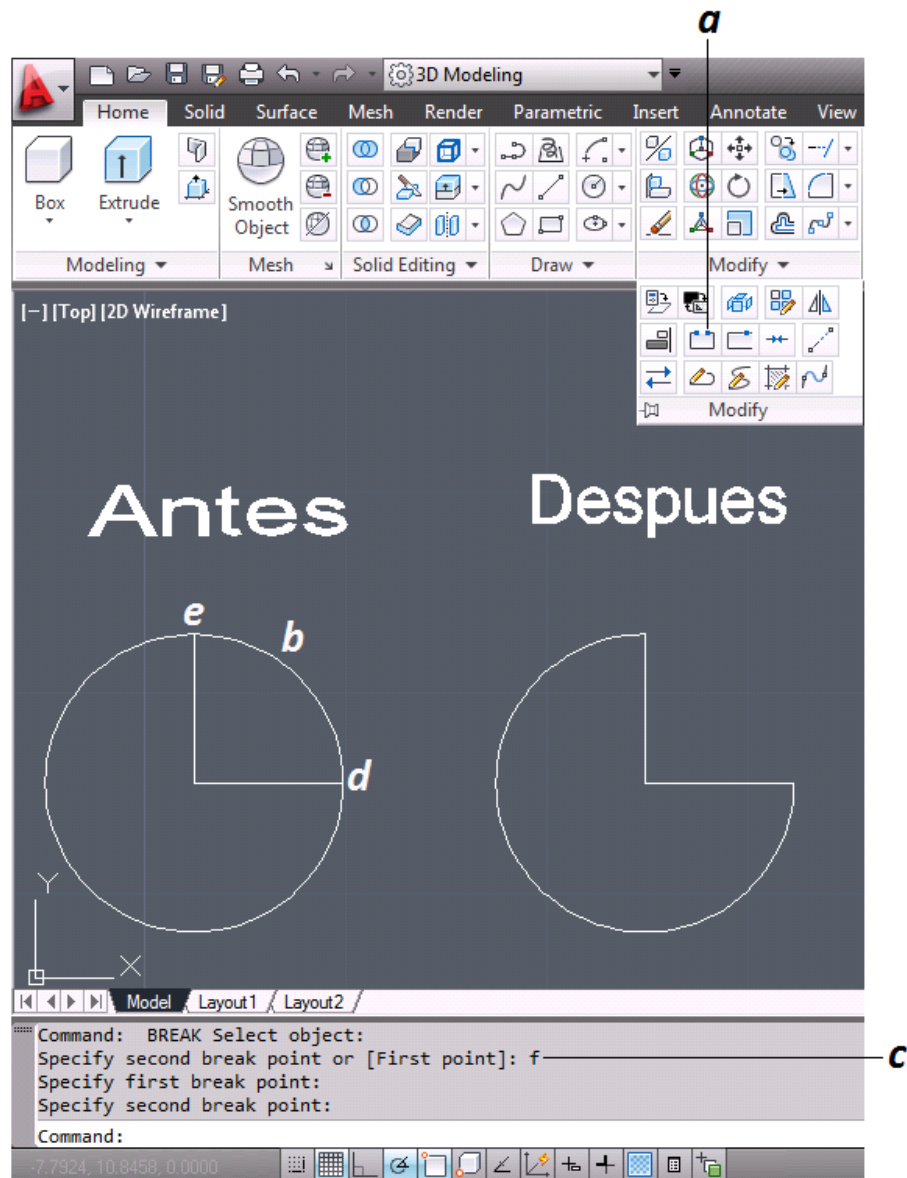

Figura 3.40 Modificación de Entidades “Partir”
- a. Se selecciona el comando Partir (*figura 3.40*).
- b. Se selecciona la entidad que se partirá (*figura 3.40*).
- c. Se introduce F [P] para indicar el inicio de la partida (*figura 3.40*).
- d. Se selecciona el inicio (*figura 3.40*).
- e. Se selecciona el punto final del corte (*figura 3.40*).